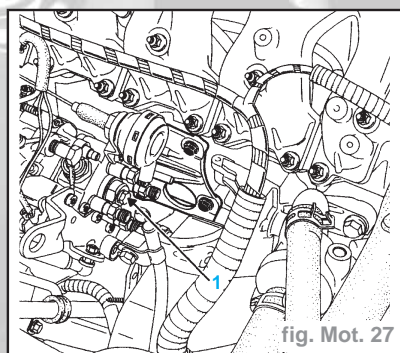

fig. Mot. 27
- Déposer la vis (1) afin de mettre en place le support de comparateur Mot. 856 (déposer les tuyaux haute pression si nécessaire) (fig. Mot. 27).